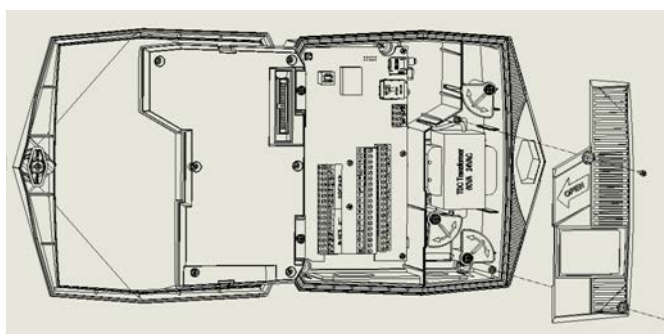
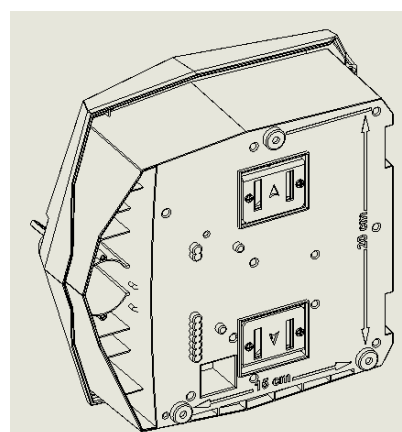
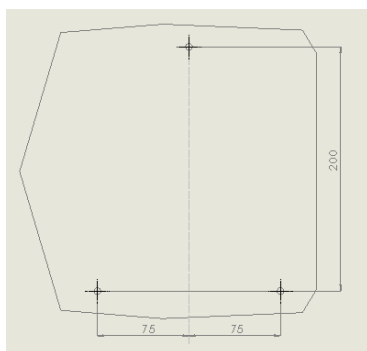

Figure 3: Apertura del coperchio interno
Figure 4: Fori di montaggio
Figure 5: Dimensioni fori di montaggio
3. Svitare le due viti presenti nella parte interna del case ed aprire il coperchio (Figure 3). Montare il programmatore a muro o nell'armadio attraverso i fori contrassegnati (Figure 4 and Figure 5) fissandolo con l'aiuto di tre viti. Si consiglia di avvitare le viti a mano.
3. Svitare le due viti presenti nella parte interna del case ed aprire il coperchio (Figure 3).